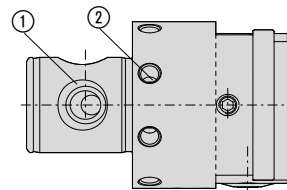

Bild 1
- Maschinenseitig ist das Feindrehwerkzeug mit einer Wohlhaupter-**MULTIBORE**® - Verbindungsstelle ① (Bild 1) ausgerüstet.
- Manuelles Wuchten ist über die am Werkzeugkörper angebrachten Gewindebohrungen ② möglich.